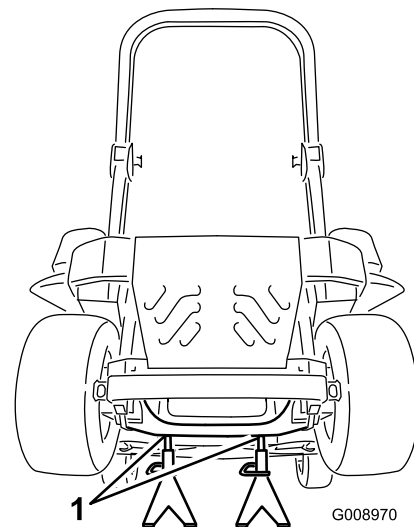

Figura 83
3. Levante la máquina y apóyela sobre soportes fijos (Figura 83).
9. Retire los soportes y baje la máquina (Figura 83).